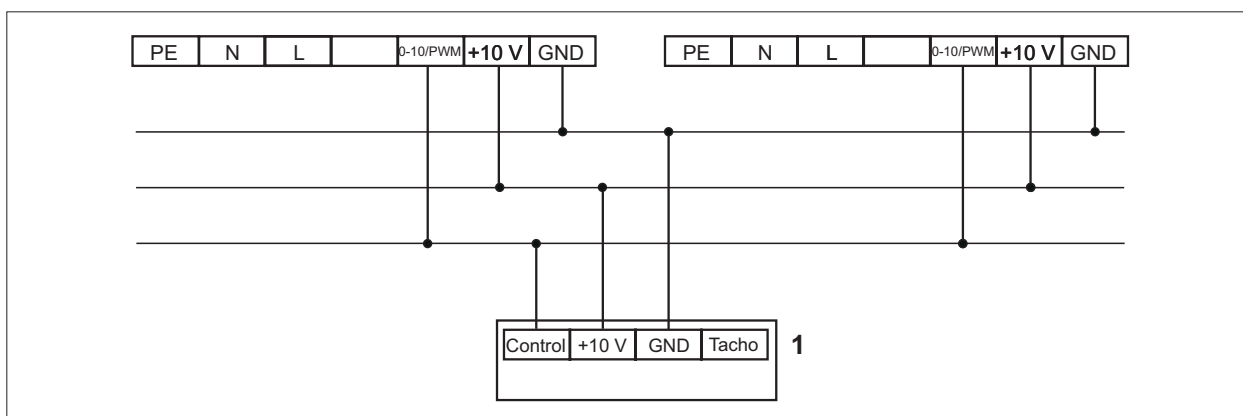

Рис. 6.2 Схема соединений бесступенчатого регулятора частоты вращения 0 - 10В с несколькими воздушонагревателями LH-EC
- ▶ Рис. 6.2 Схема соединений бесступенчатого регулятора частоты вращения 0 - 10В с несколькими воздушонагревателями LH-EC См.